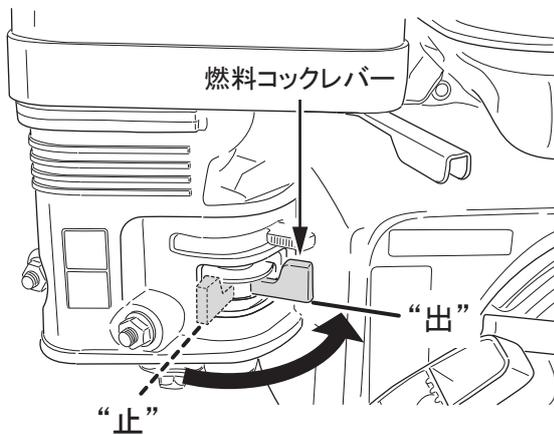

図 11
1. 燃料コックレバーを”出”の位置に合わせます。（図11）